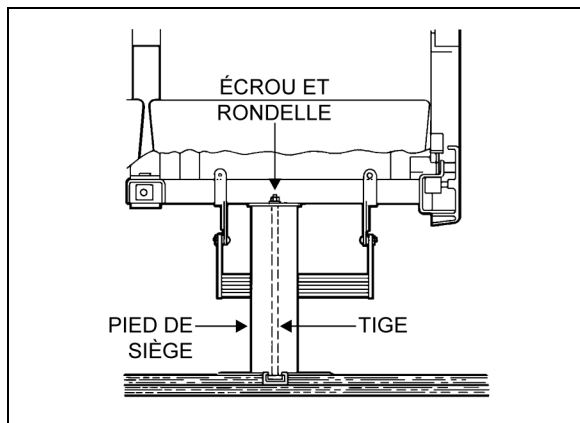

FIGURE 87: SOCLE DE SIÈGE
5. Retirer les deux écrous et les deux rondelles qui fixent le châssis de siège aux tiges du socle. Voir la Figure 87.